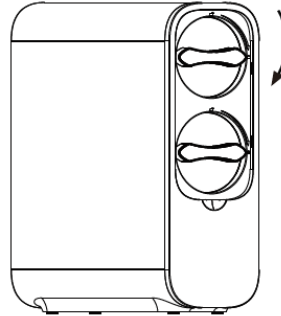

Abbildung 2
3. Führen Sie den neuen Filter so in die Anlage ein, dass das „△“ Symbol nach oben auf das Symbol „☐“ zeigt und drehen Sie den Filter eine Viertel Umdrehung im Uhrzeigersinn (Abbildung 2).